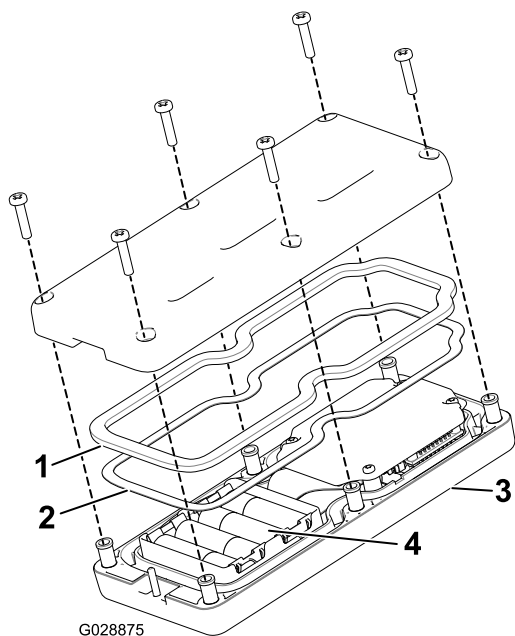

图 12
2. 将电池逐一放入电池端子仓位遵循正确的电池极性。(如果放置不正确遥控器不会发生损坏但遥控器无法操作。电池端子仓位分别带有正负极标志图 12。
3. 确保钢垫片和橡胶密封件正确放置于遥控器的槽内然后将后盖放回原位 图 12。
4. 用 6 个螺丝固定后盖 (图 12) 上紧螺丝扭矩至 1.51.7N·m。